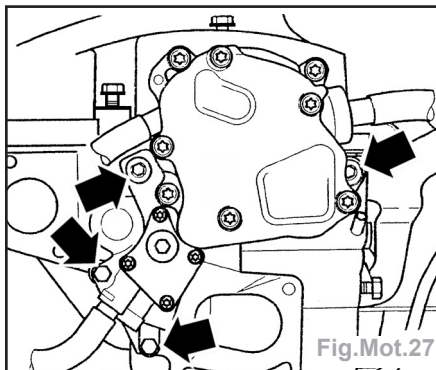

Fig.Mot.27
- Déposer la pompe tandem (pompe d'alimentation en combustible et à dépression) (flèches) (Fig.Mot.27).